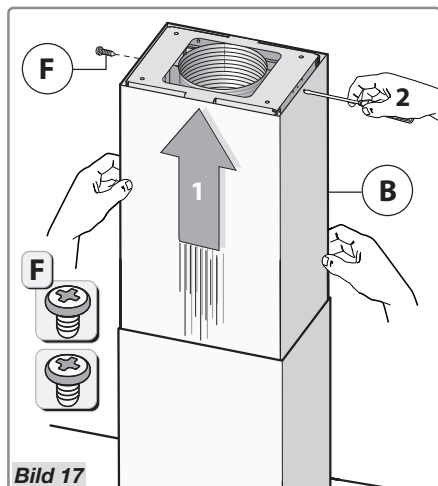

Bild 17
- Anslut trumman **B** till takplattan med de två skruvarna **F** (Bild 17).